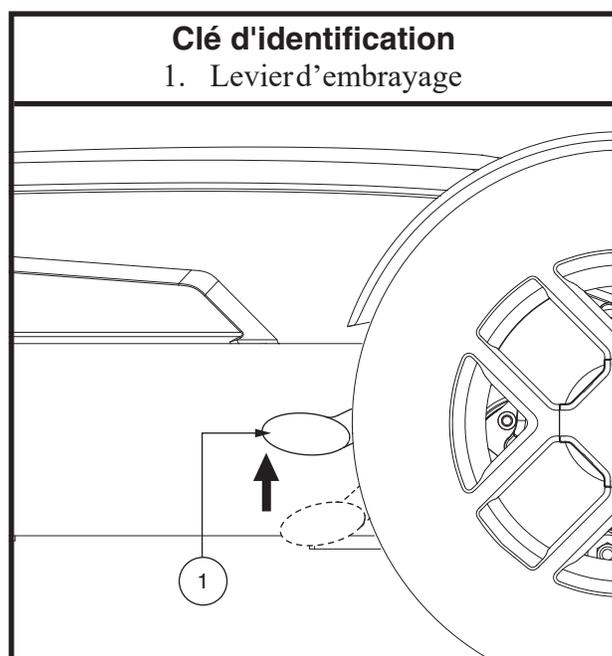

Figure 6. Mode de traction (embrayé)
2. Tirez les deux leviers vers le haut pour embrayer les moteurs. **Voir la figure 6.**
Voir la figure 6.